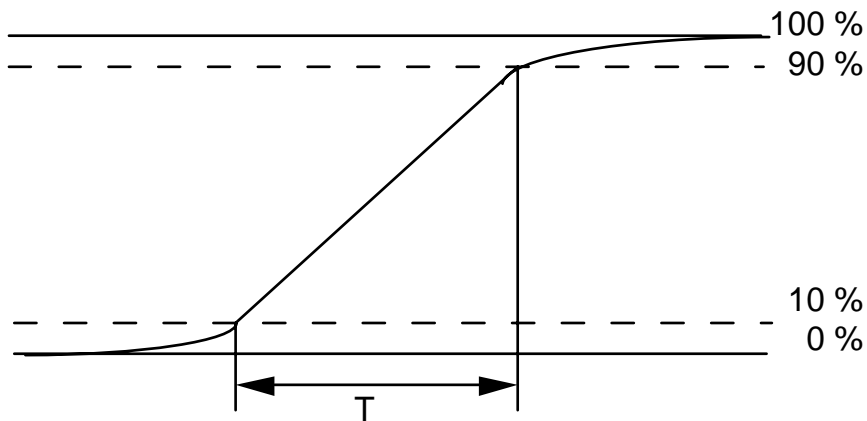

Figura 2:
- (b) Misurate il tempo di salita T di V_{out} per una tensione d'ingresso V_{in} a gradino (vedi figura 2) (T=tempo impiegato da $V_{out}(t)$ per passare dal 10% al 90% del suo valore finale come mostrato in figura 2). Ricavate $\tau' = T/2.20$ e confrontatelo con il valore atteso $\tau = RC$ calcolato al punto a).
Per effettuare facilmente questa misura agire sulla manopola CAL dell'oscilloscopio (coassiale alla manopola VOLTS/DIV) fino a portare i livelli di partenza e di arrivo del segnale in corrispondenza delle righe contrassegnate con 0% e 100%. In queste condizioni il tempo di salita è facilmente misurato come mostrato in figura 2. Come avete stimato l'errore su T?